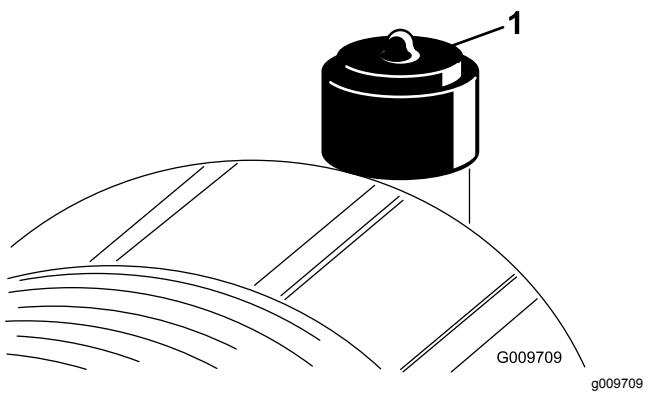

Bild 72
Warten Sie den Luftfilter nur, wenn die Wartungsanzeige dies angibt (Bild 72). Das frühzeitige Auswechseln des Luftfilters erhöht nur die Gefahr, dass Schmutz in den Motor gelangt, wenn Sie den Filter entfernen.
9. Stellen Sie die Anzeige (**Bild 72**) zurück, wenn sie auf Rot steht.